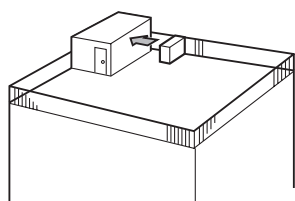

Fig. 2-4
- 1 Ustawić wylot powietrza w kierunku najbliższej ściany, zachowując odległość ok. 50 cm. (Fig. 2-4)